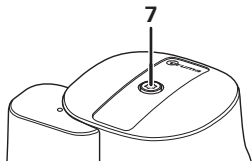
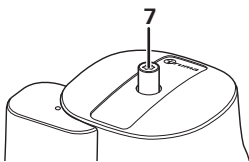

Figure 2a
Figure 2b
Le capteur de choc dispose d'un bouton de réinitialisation dont la position informe sur son statut : position « opérationnel » (figure 2a) ou « non opérationnel » (figure 2b).
Pour la réinitialisation, presser fortement le bouton de réinitialisation jaune (7), le tourner légèrement dans le sens des aiguilles d'une montre, le maintenir enfoncé pendant 5 secondes et s'assurer qu'il reste en position « opérationnel » (figure 2a).
- Pousser à fond l'élément de déclenchement du capteur de choc (9) jusqu'à ce que le bouton de réinitialisation jaune (7) sorte, de manière à ce que le capteur de choc soit en position « non opérationnel » (figure 2b).
- Dévisser le capuchon à vis (10) du raccord de contrôle et raccorder la pompe de contrôle au raccord de contrôle avec le tuyau de contrôle.
- Presser le bouton de réinitialisation jaune (7), le tourner légèrement dans le sens des aiguilles d'une montre pendant environ 5 secondes et s'assurer qu'il reste en position « opérationnel » (voir figure 2a).
- Impérativement reposer le capuchon à vis (10) après chaque enlèvement.